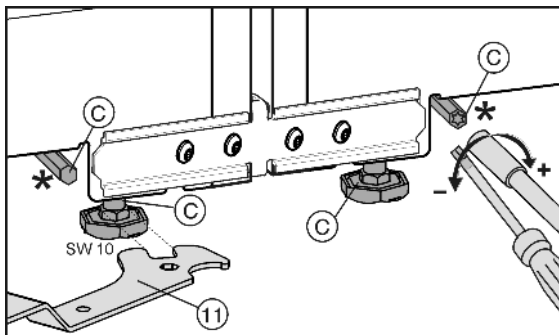

Fig. 8
I piedini di regolazione anteriori possono essere regolati con la chiave fissa Fig. 8 (11) in dotazione, i piedini di regolazione posteriori* con un cacciavite Torx® 25.